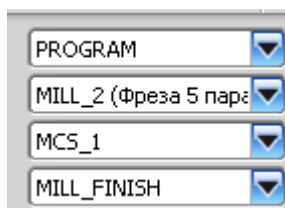

Рисунок 56 Параметры операции
1. Нажмите «Создать операцию»  на панели инструментов. Выберите «Фрезерование граней с границами» . Задайте следующие параметры (рисунок 56):